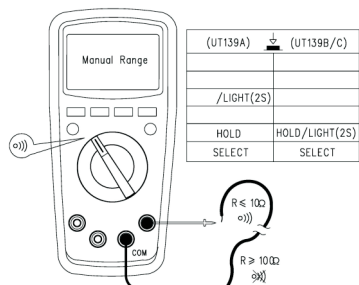

图5
3. 电路通断测量(见图5)如果被测二端之间电阻 $>150\Omega$ , 认为电路断路, 蜂鸣器无声; 被测二端之间电阻 $\leq 10\Omega$ , 认为电路良好导通, 蜂鸣器连续声响。